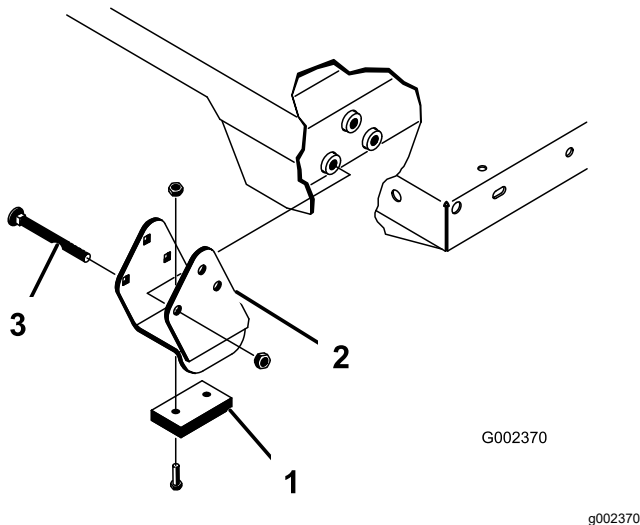

Figura 36
**Nota:** Certifique-se de que os suportes dos espaçadores e os bloqueios contra desgaste (Figura 36) foram instalados na cabeça das porcas no interior da máquina.
2. Coloque a plataforma com cuidado no chassi, alinhando os orifícios posteriores da placa articulada da plataforma com os orifícios do canal traseiro e coloque dois passadores de forquilha e pinos de sujeição (Figura 36).
4. Introduza o passador de forquilha na parte exterior da plataforma com o pino de sujeição virado para fora (Figura 36).